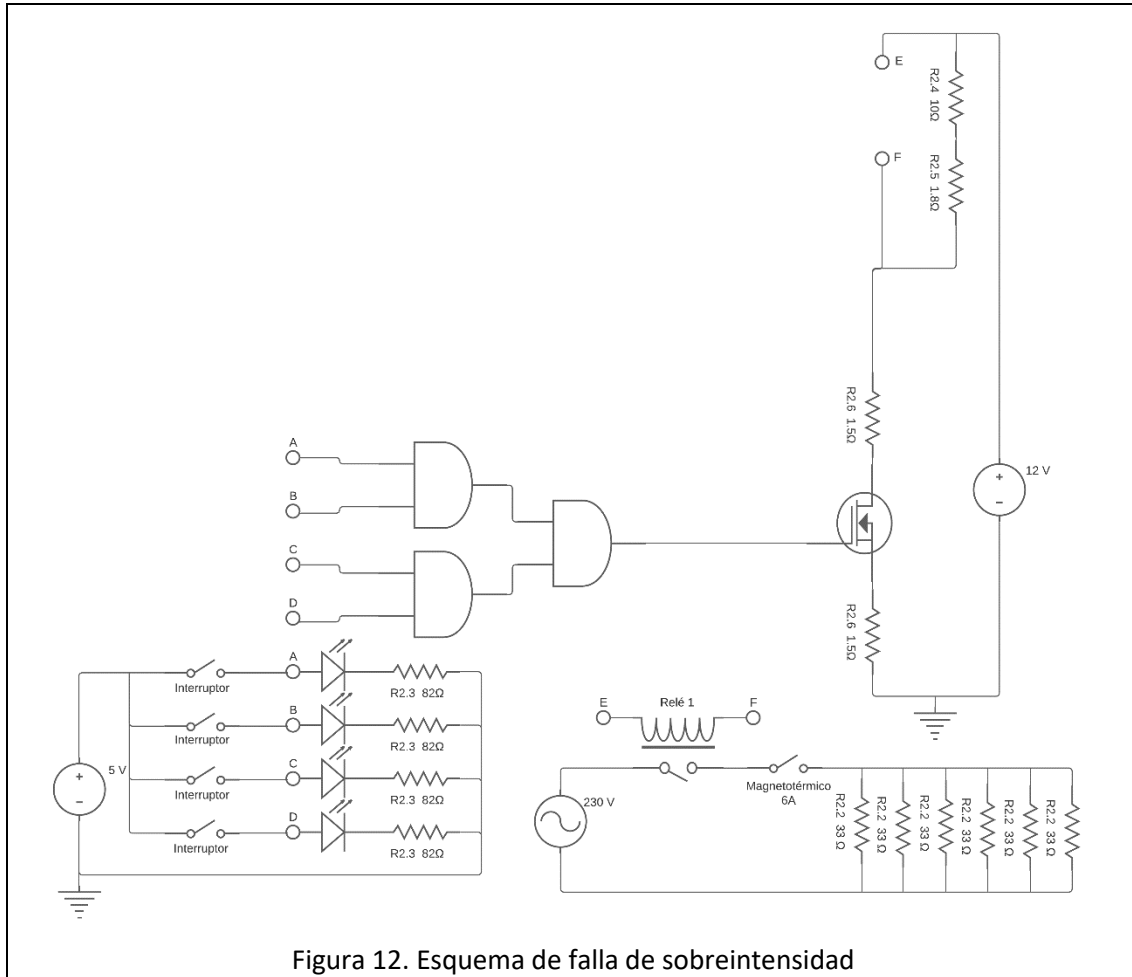

Figura 12. Esquema de falla de sobrecorriente
Para producir la falla de sobreintensidad finalmente se ha seleccionado el circuito que se puede apreciar en la Figura 12. La razón de utilizar este circuito, en lugar de los otros diseñados, es la
- Esquema de sobrecorrientes: El esquema utilizado para la realización de esta simulación es similar al que se puede observar en la Figura 12. Una de las diferencias más notables son el uso de señales PWM con el fin de probar todas las combinaciones posibles de las palancas del circuito de baja tensión. Otra de las modificaciones es la colocación de una resistencia equivalente en el lugar donde va colocada la bobina del relé. Este esquema se puede ver en la Figura 17.